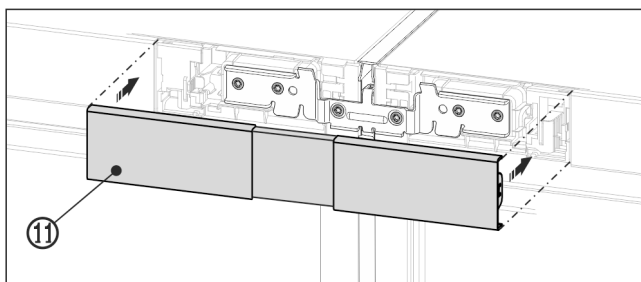

Fig. 27 Beispielhafte Darstellung
- Obere Abdeckung Fig. 27 (11) auf den noch offenen Zwischenraum der beiden Bedienteilblenden aufrasten. Darauf achten, dass die Aussenseiten der Abdeckung bündig mit den Bedienteilblenden abschließen.